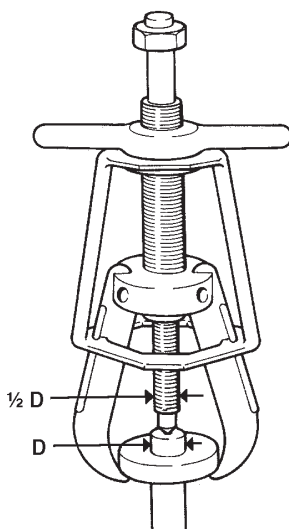

Рисунок 2, Зависимость размера центрального силового винта от диаметра вала
- Диаметр центрального силового винта механического съемника должен быть не менее половины диаметра вала, с которого требуется снять деталь. (См. рисунок 2.)